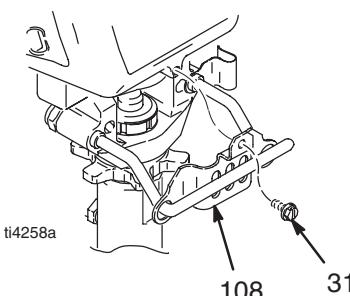

Рис. 8
1. Промойте насос (13).
3. Рис. 8. Отверните винт (31) и сдвиньте защитный экран насосной штанги (108) вперед.
7. Рис. 8. Установите защитный экран насосной штанги (108) и закрепите винтом (31).